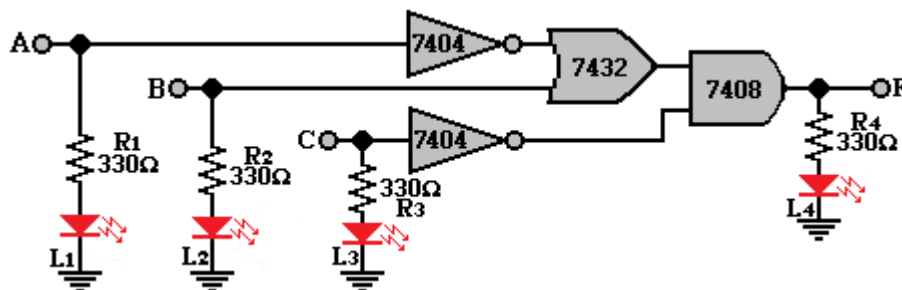

Figura 9.7
2. Arme el circuito de la figura 9.7. Variando las entradas, llene la tabla 9.7.